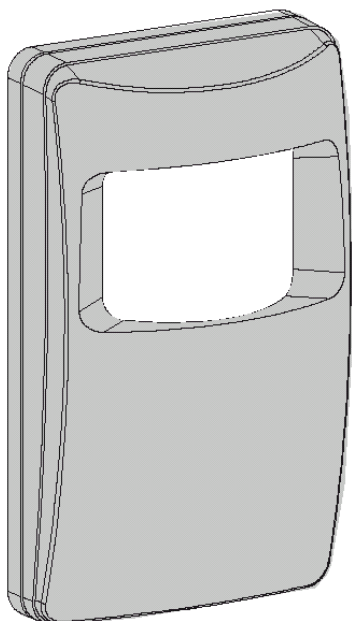

Рисунок 1. Внешний Вид
- A. Выверните винт крепления вниз (см. Рисунок 1) и снимите крышку.